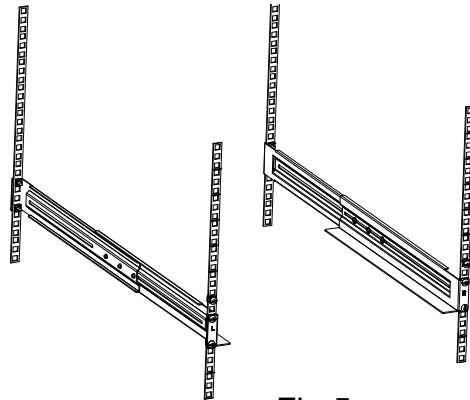

Fig 5
2. Monte as calhas de bastidor no bastidor. (Fig 5)